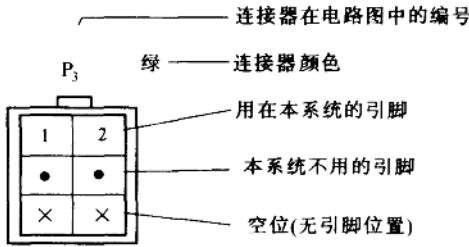

图 1-3 元件连接器图
3. “●”表示与电器元件连接的连接器图。其中字母为连接器引脚编号,见图 1-3。图中的部分的解释为: